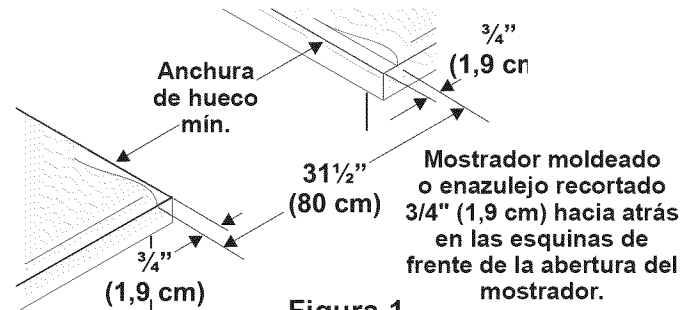

Figura 1
recorte de 3/4" (1,9 cm) a partir de cada extremidad y/o un borde redondeado aplanado (Figura 1).
1.2 Preparación del mostrador (Figura 1)
- El reborde de frente de mostradores moldeados deben tener bordes moldeados a 3/4" (1,9 cm) a partir de cada extremidad de la apertura (Figura 1).